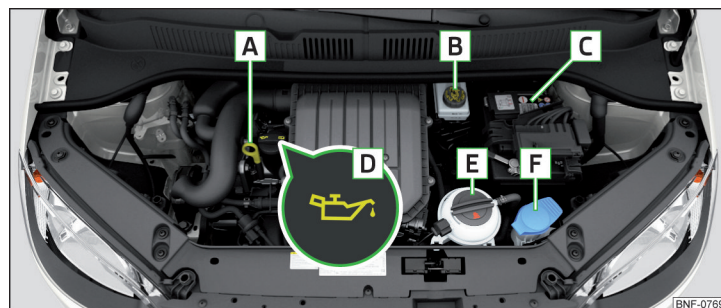

Fig. 107 Imagen esquemática: Vano motor
Orden en el vano motor » fig. 107
- > Desenrosque el tapón de la boca de llenado de aceite de motor » **fig. 107 de la pág. 111**.